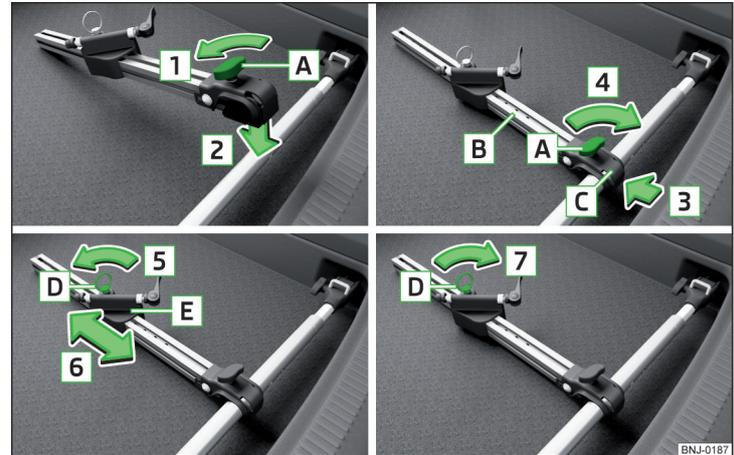

Abb. 107 Fahrradträger einbauen
- Zum **Einbauen** die Schraube **A** am Fahrradträger (nachstehend nur Träger) in Pfeilrichtung **1** lösen » Abb. 107.
- Möchte man zwei Fahrräder transportieren, dann die Schraube **A** » Abb. 107 auf Seite 87 am Träger lösen und den Träger zusammen mit dem befestigten Fahrrad nach links verschieben.
- Die Schraube **A** » Abb. 107 auf Seite 87 am Träger festziehen.
- Falls erforderlich, die Position des verschiebbaren Teils **E** » Abb. 107 auf Seite 87 anpassen.